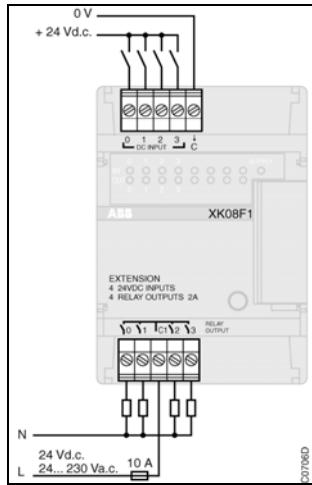

Figura 4-21: Extensión XK 08 F1
3.5. Extensión XK 08 F1 (ver Figura 4-21)